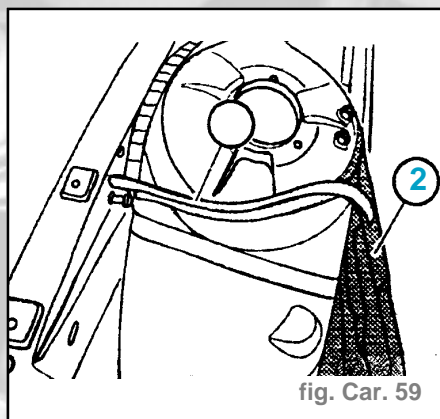

fig. Car. 59
- Ajuster la tôle de fermeture du compartiment des appareils (1) sur la paroi de séparation du support d'appareillage (2) (fig. Car. 59)